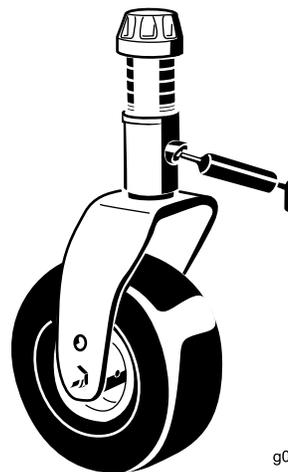

Figura 38
- Boccole (2) dell'asse della forcella delle ruote orientabili (Figura 38)